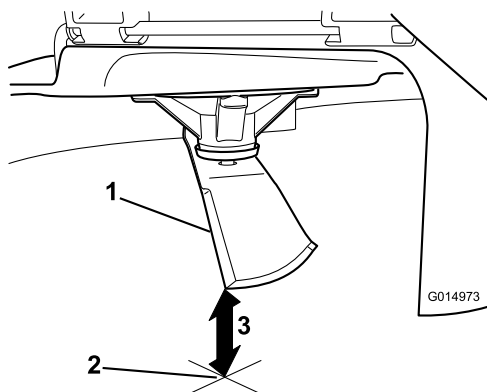

Figure 56
- Mesurez la distance entre la pointe de la lame et la surface plane (Figure 56).